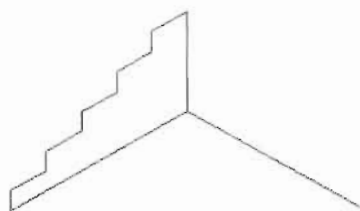

图 13-35
(1) 根据原始文件路径打开图形, 如图 13-35 所示。